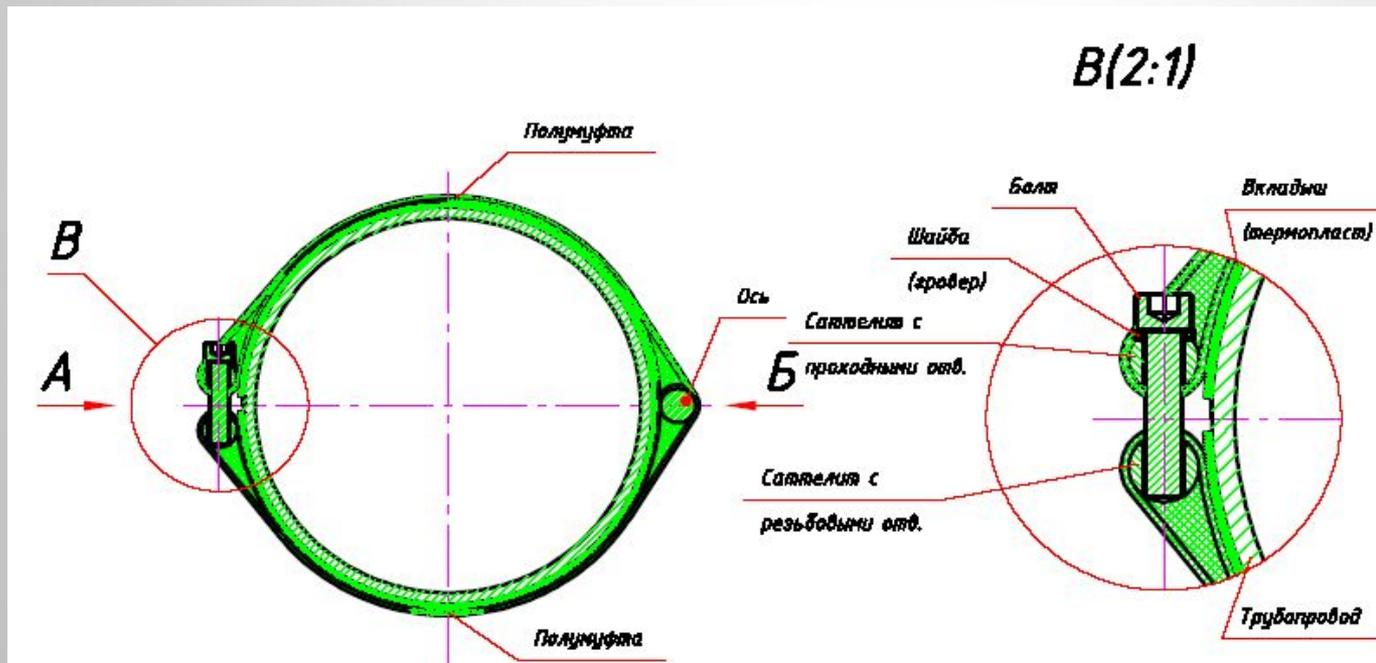

Рис.1.Внешняя оболочка УКМТ
УТ датчики работают по иммерсионному методу (методу погружения), суть которого заключается в том, что пространство между датчиком и исследуемым объектом полностью заполнено жидкостью. После излучения датчиком ультразвукового импульса, происходит отражение ультразвукового сигнала сначала от внутренней, а затем от внешней стенки трубы. Отраженные сигналы фиксируются этим же ультразвуковым датчиком. Время прихода первого отраженного сигнала (рис.1), при известной скорости распространения ультразвука в жидкой среде, преобразуется в расстояние от датчика до внутренней поверхности стенки трубы (stand-off).
- Внешняя оболочка УКМТ состоит из пластиковых изделий – полумуфт (рисунок 1 и 2). Крепление сборочных элементов обеспечивается болтовыми соединениями (рисунок 1, узел В).
Между внешней оболочкой УКМТ и поверхностью трубопровода размещается пластиковый вкладыш рис. 1, представляющий собой разомкнутое кольцо и предназначенный для исключения создания концентратора напряжений на усилении сварного шва.